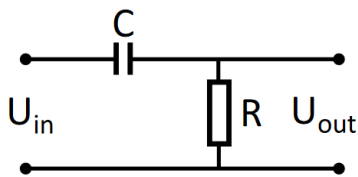

Abbildung 1.29: Hochpassfilter.
1. Baue aus den oben genannten Elementen in *LTspice* einen *Hochpassfilter* wie in Abbildung 1.29 dargestellt.
1. (a) Erkläre anhand des Graphen, bei dem du das Verhältnis $V(\text{out})/V(\text{in})$ als Funktion von $\log(\omega)$ eingezeichnet hast, warum es sich bei Abbildung 1.29 um einen Hochpassfilter handelt.